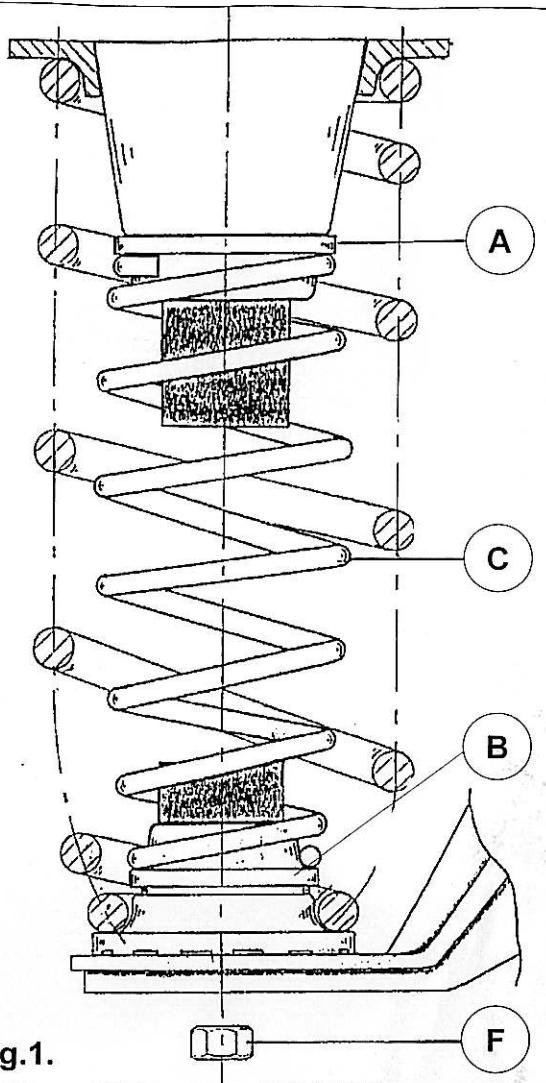

fig.1.
6. Niveaufeder C mit Federsitz in die Hauptfeder bringen, A oben und B unten (Siehe fig.1).
- Placer le ressort auxiliaire C avec les supports dans le ressort principal. A au-dessus, B au-dessous (voir figure 1).
- Sätt ihop hjälpfjädrarna C med fjädersättena i huvudfjädrarna, A upp till och B nedtill (Se fig.1.)